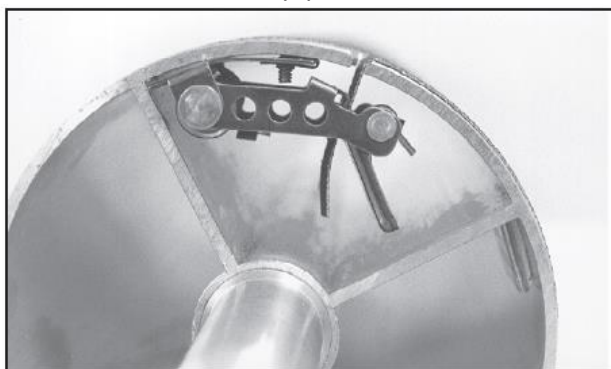

Рис. 16I Сброс захвата по мере необходимости при растяжении полосы
6. Абразивная полоса может растянуться достаточно при использовании, чтобы рычаг захвата достиг своего нижнего положения, поэтому он больше не может поддерживать натяжение на полосе (рис. 16I). Если это произойдет, необходимо будет сбросить рычаг захвата, подняв его, вставив конец полосы в прорезь, а затем отпустив рычаг зажима.